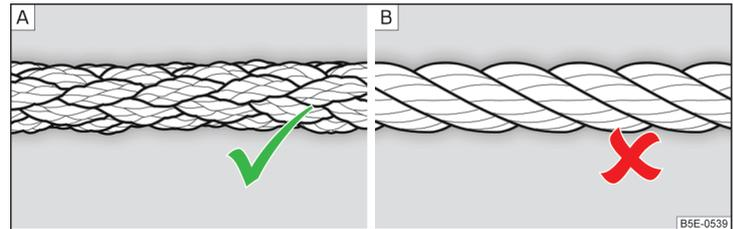

Fig. 168 Câble de remorquage tressé / Câble de remorquage tordu
Utilisez un câble de remorquage tressé pour le remorquage » fig. 168 - A.
- Lors du remorquage, n'utilisez pas de câble entortillé » fig. 168 - [B], l'œillet de remorquage pourrait se dévisser du véhicule - risque d'accident.